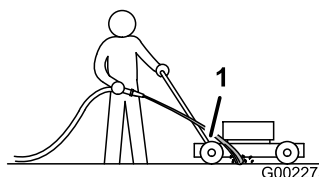

Рисунок 26
3. Удерживайте садовый шланг с включенной подачей воды на уровне рукоятки, направляя поток воды на землю непосредственно перед правым задним колесом (Рисунок 26).